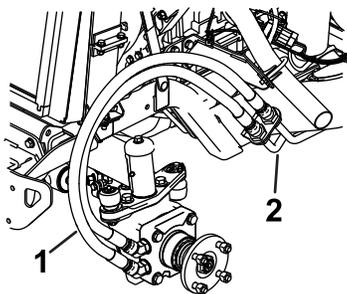

Bild 2
- Entfernen Sie die vorhandenen Hydraulikschläuche von den Hydraulikleitungen vor dem Rad und montieren Sie sofort die Kappen auf die Hydraulikleitungen (Bild 2 und Bild 3).